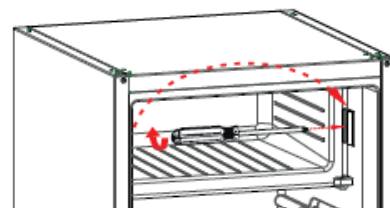

Fig. 8
- ▶ Dévissez la vis du verrou de porte du compartiment et retirez le verrou. (fig. 8)